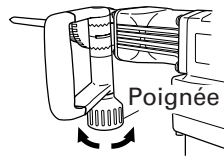

Fig. 6
- (1) Desserrer la poignée en tournant la saisie dans le sens de (A) comme indiqué à la Fig. 6.